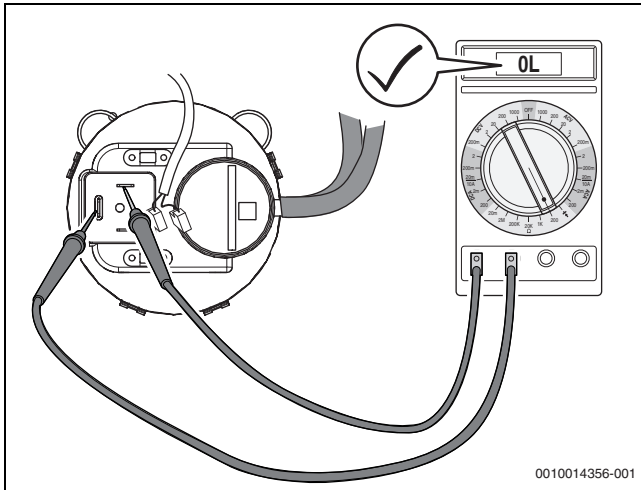

Bild 58 Differenzdruckwächter auf Durchgang prüfen (Differenzdruckwächter in Ordnung)
- ▶ Elektrische Anschlussleitungen am Differenzdruckwächter abziehen und Widerstand an den Kontakten messen (→Bild 58).